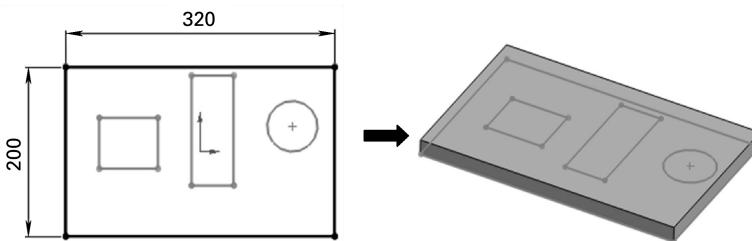

图 7-12 创建拉伸特征
- 06 使用【特征】选项卡中的【拉伸凸台/基体】工具，利用布局草图的轮廓，重新创建 2D 草图，并创建出拉伸特征，如图 7-12 所示。